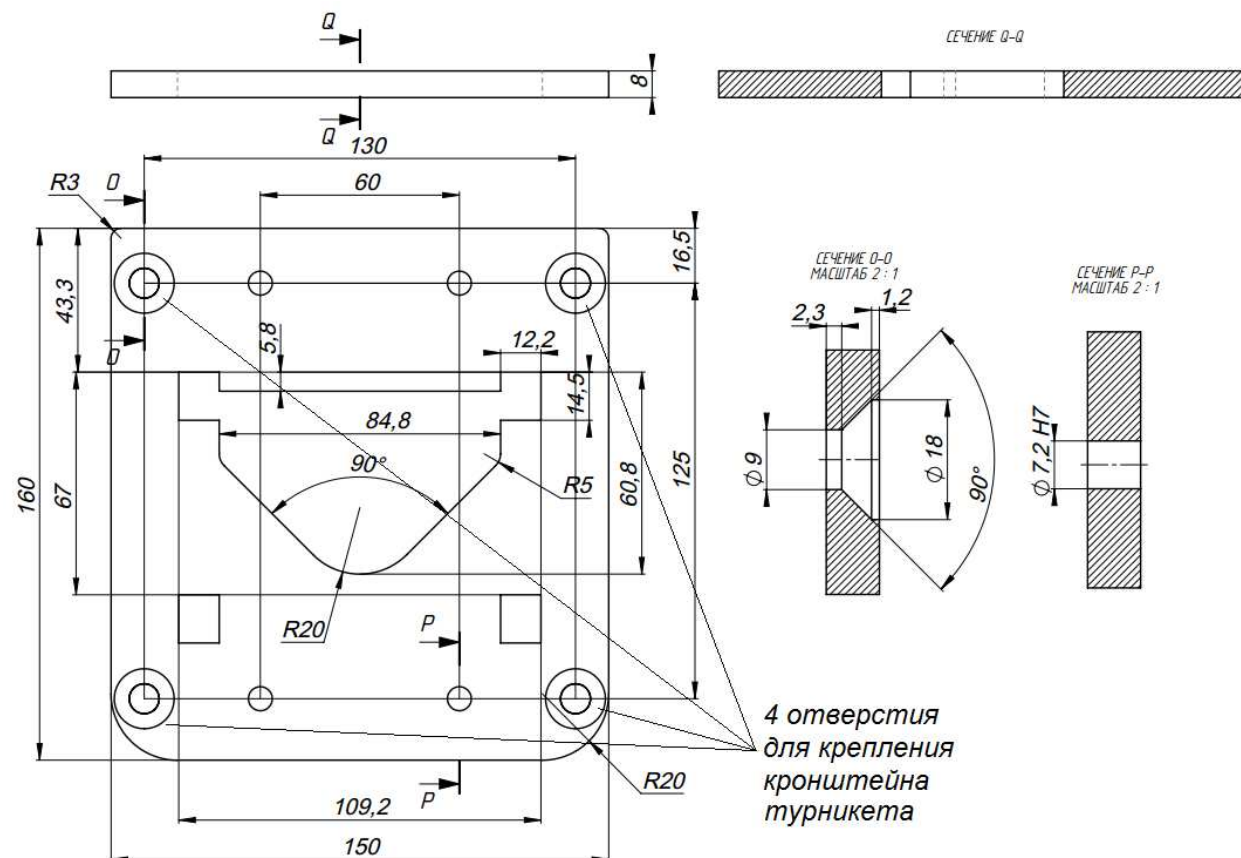
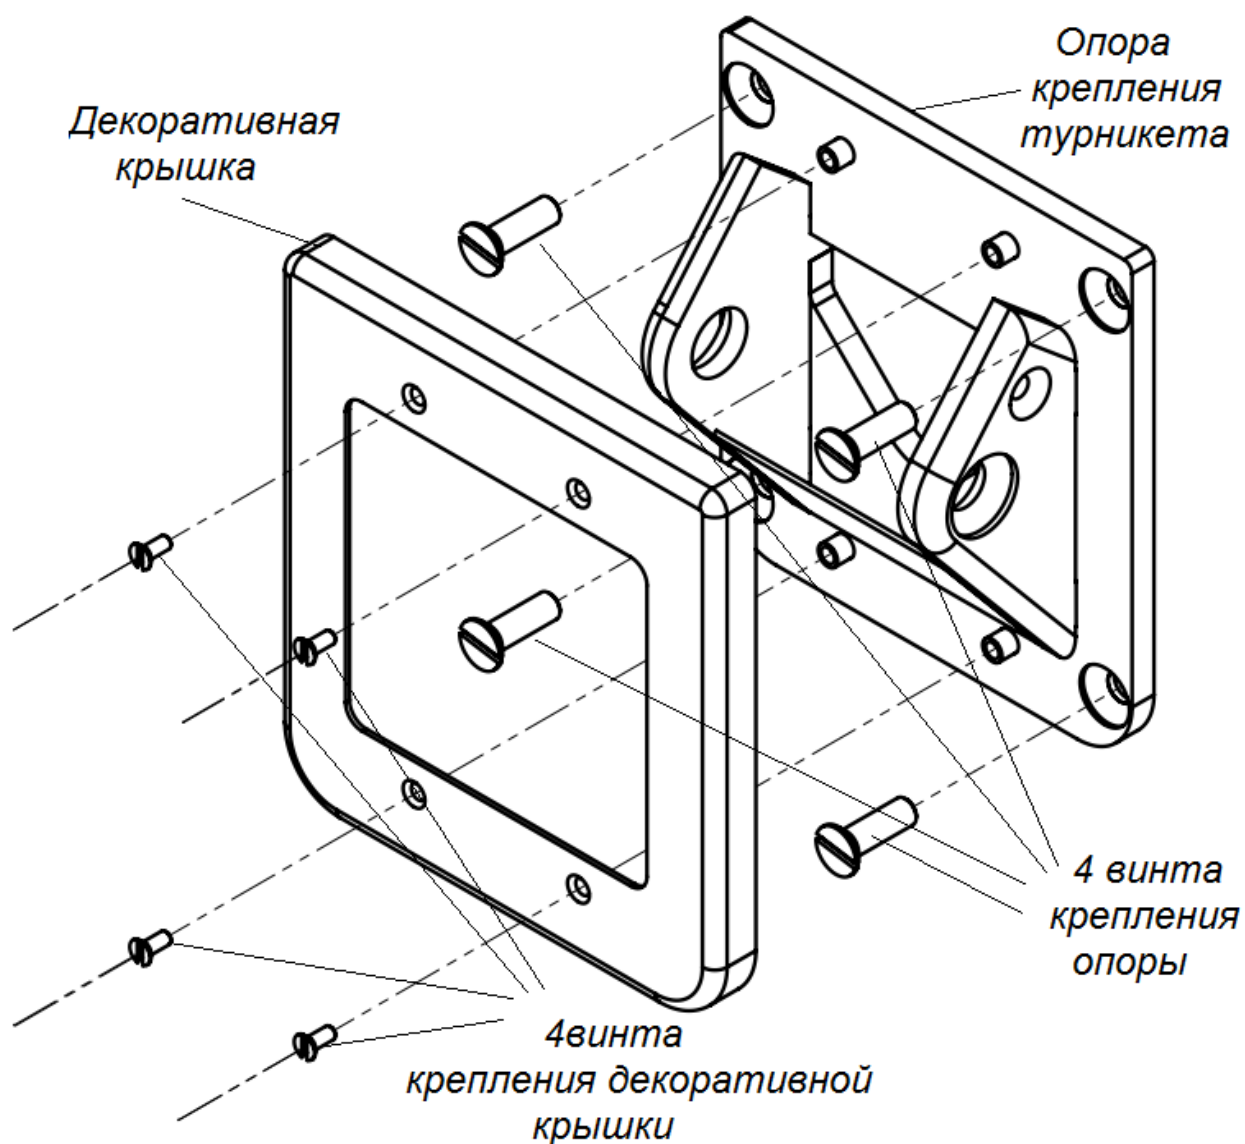

Рис. 6. . Установочные размеры (чертеж опоры крепления турникета на стену)
Рис. 7. Схема установки опоры кронштейна турникета
4.2.4. По установочным размерам (рис. 6), подготовьте 4 отверстия диаметром 10 мм в стене под анкера крепления кронштейна турникета (рекомендуемый анкер MSA8, винт типа DIN7991 M8x25). Глубина закладного отверстия 35 мм она должна превышать длину анкера на 5 мм. Вставьте анкера в отверстия и прикрепите опору кронштейна крепления, с помощью винтов M8x25 к стене. Прикрепите с помощью четырех винтов декоративную крышку на опору крепления турникета рис. 7. Закрепите блок преграждающих планок в опоре крепления, с помощью втулки крепления и винта фиксации втулки.